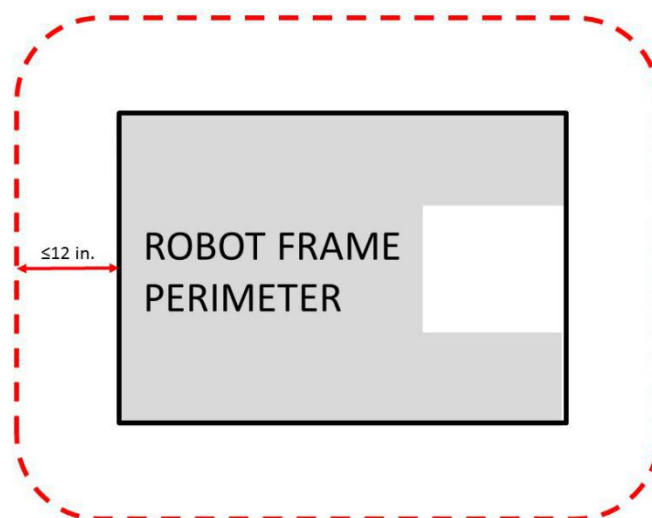

Figure 9-1 FRAME PERIMETER extension 黑线就是外围框架，红虚线就是不能超出的范围
- R4.** 机器人的任何部位或零件都不能超出外围框架外 12 英寸 (约 30 厘米)处，见图 9-1（Figure 9-1）